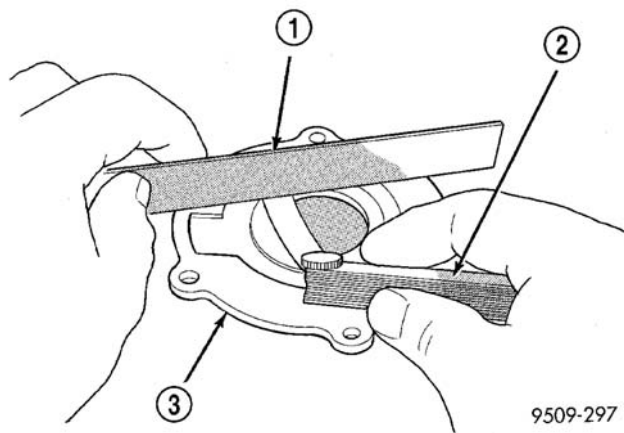

图 97 检查油泵盖的平整度
- (2) 将一个直尺跨接在泵盖表面（图 97）。若在盖与直尺之间可以插入一个 0.025mm (0.001in.) 测隙规，就应替换盖。